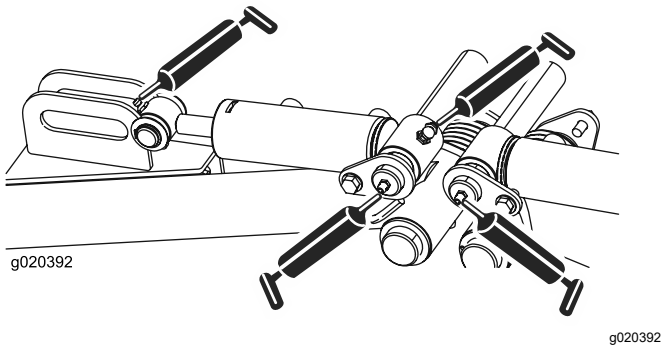

Figura 47
- Pivotes y cilindros de elevación de los brazos de elevación traseros (3 en cada); consulte Figura 47.